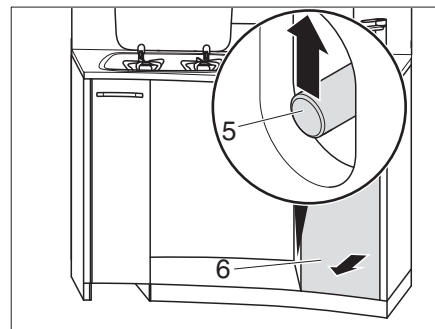

Bild 117 Låsa upp hög kökslåda
- Ta tag genom öppningen och skjut skjutstängen (Bild 117,5) uppåt.